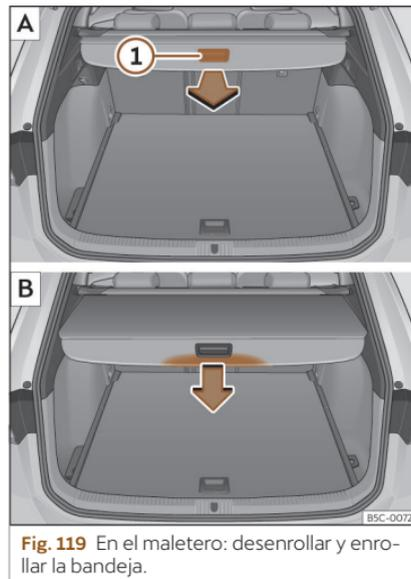

Fig. 119 En el maletero: desenrollar y enrollar la bandeja.
- Tire uniformemente de la bandeja por el asidero >>> **fig. 119** ① [A] hacia atrás y extráigala hasta el tope hasta que encastre de forma audible.
- Presione sobre el asidero de la bandeja en el sentido de la flecha hasta desbloquearla >>> **fig. 119** [B].